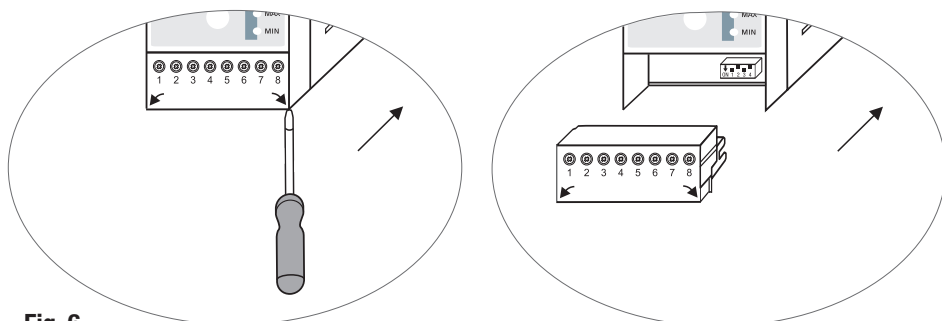

Fig. 6
- Togliere la morsettiera superiore e inferiore. **Fig. 6**